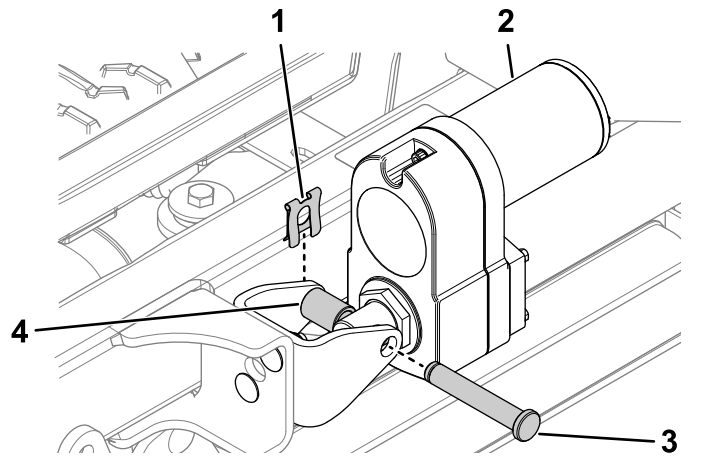

図 19
3. クレビスピン、アルミ製スペーサ、ピンクリップを使って、図 19のようにアクチュエータをマウントに固定する。